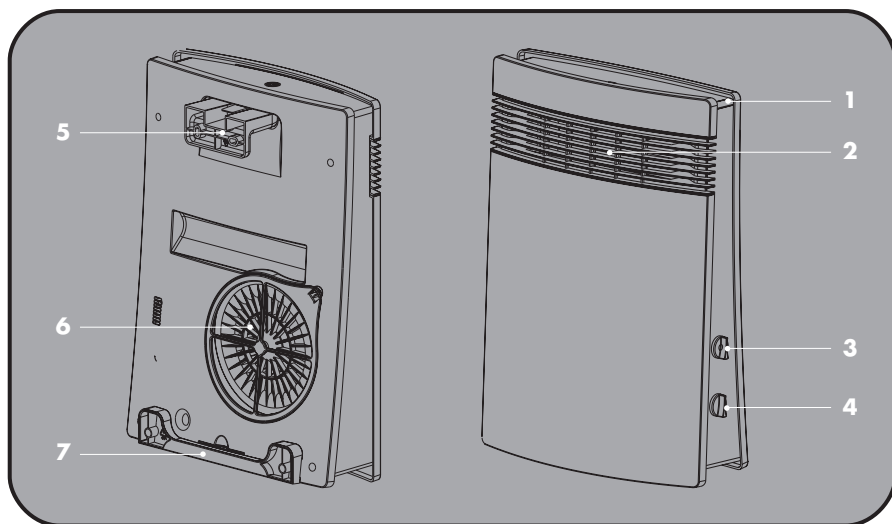

Fig. 5: Privire de ansamblu a aparatului
1. Pentru a scoate filtrul de praf, apăsați pe cârligul de închidere și trageți-l spre dvs. (vezi fig. 5)